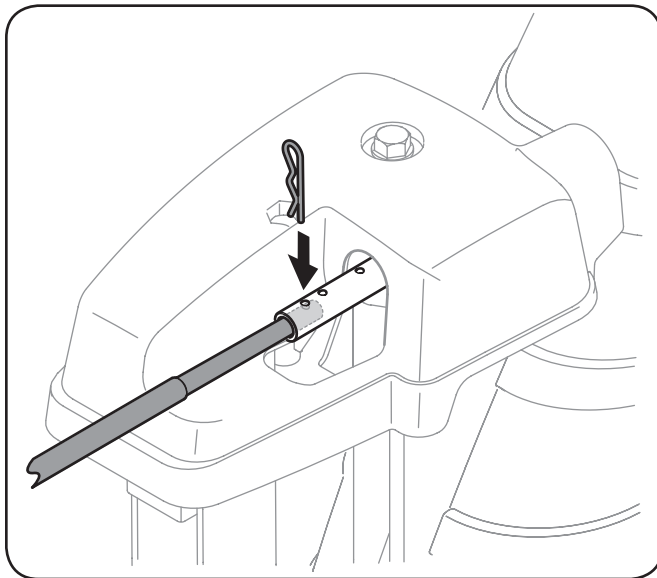

Figura 6-6
2. Retire la varilla de control del canal hasta que el orificio de la misma se alinee con el orificio más alejado del conjunto del canal sobre el montaje de rotación del canal. Consulte la Figura 6-6.
3. Vuelva a insertar el pasador de chaveta a través de este orificio y la varilla de control del canal. Consulte la Figura 6-6.